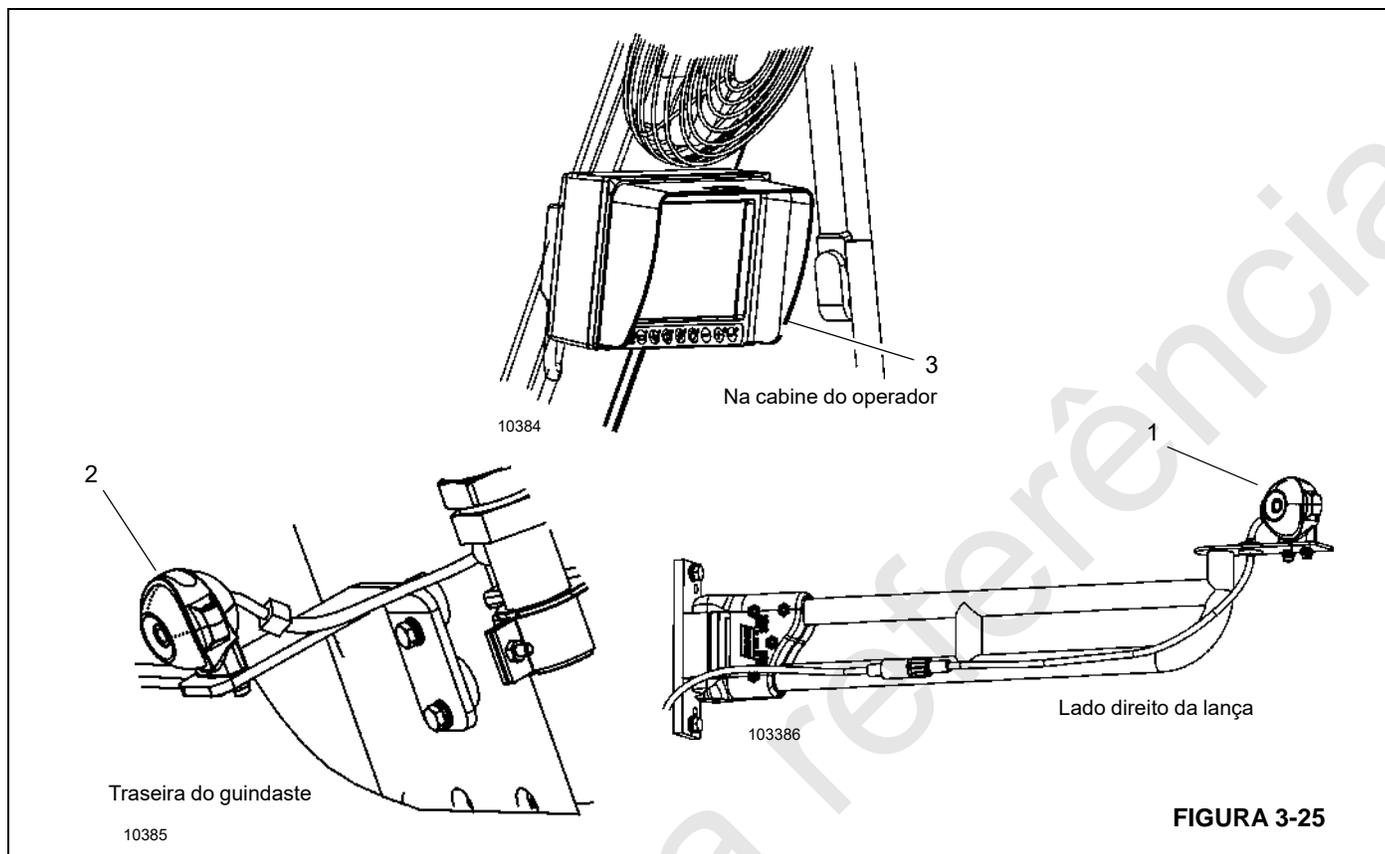

FIGURA 3-25
- Câmera do guincho — Essa câmera (1, Figura 3-25) permite ao operador visualizar os guinchos durante a operação.
- Câmera de vista traseira — Essa câmera (2) permite que o operador visualize a parte traseira do guindaste, incluindo a área de giro e os estabilizadores que não são visíveis da cabine.